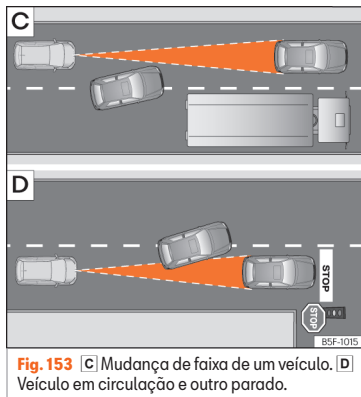

Fig. 153 [C] Mudança de faixa de um veículo. [D] Veículo em circulação e outro parado.
- Veículos que mudem para a faixa na qual circula a pouca distância do veículo » **Fig. 153 [C].**
O ACC não reage perante veículos detidos. Se, por exemplo, um veículo detetado pelo ACC roda ou se afasta e em frente do mesmo se encontra um veículo parado, o ACC não reagirá face a este último »» **Fig. 153** **D**.